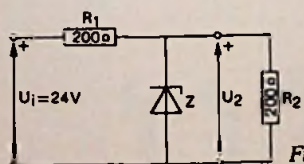
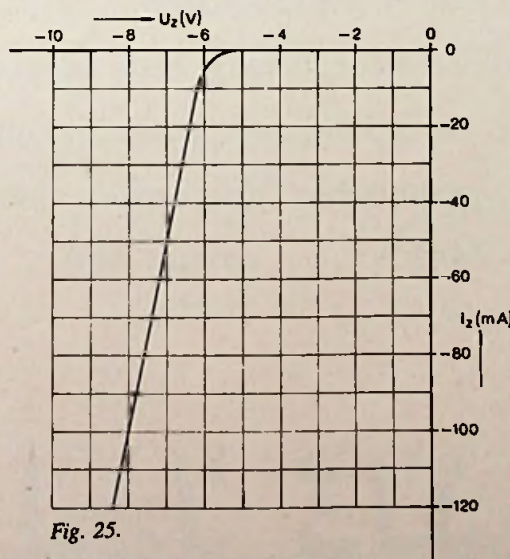

Fig. 24.
Fig. 25.
4. De karakteristiek van de zenerdiode uit fig. 24 wordt gegeven in fig. 25.